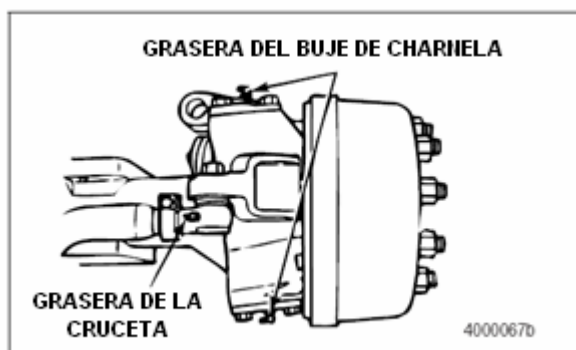

Figura 5.16
1. Verifique si hay holgura de la cruceta de más de 0.060-pulgadas (1.52 mm); Figura 5.16